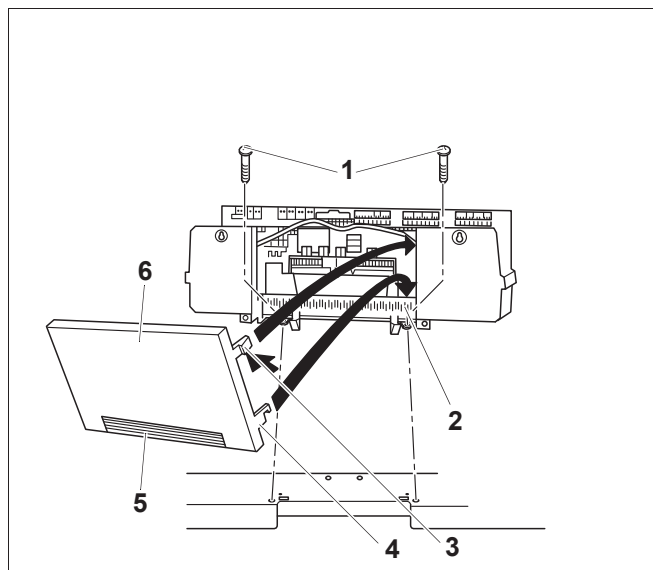

Рис. 15 Крепление системы управления Logamatic 4000
- Только для системы управления Logamatic 4000: снять заднюю стенку (рис. 15, стр. 34, **поз. 6**).
При необходимости можно выломать или вырезать заглушку (рис. 15, поз. 5) на задней стенке (рис. 15, поз. 6).
- Вставить оба нижних крюка (рис. 15, поз. 4) справа и слева на задней стенке (рис. 15, поз. 6) шлицом в верхнюю кромку гнезда рамки (рис. 15, поз. 2).
- Слегка нажать верхние эластичные крюки (рис. 15, поз. 3) внутрь (по стрелке) и вставить заднюю стенку (рис. 15, поз. 6) так, чтобы оба крюка защелкнулись.